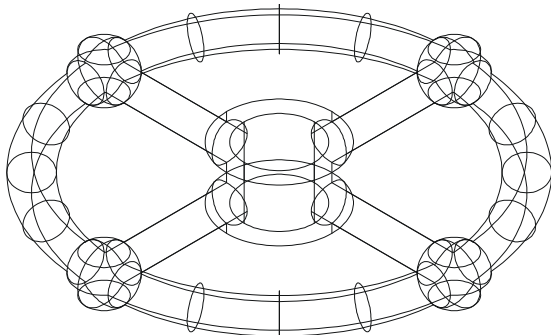

图 10-3-10
STEP 04 把手轮的全部零件用布尔并集运算结合成为一个整体，如图 10-3-10 所示。具体操作如下：
// 右击结束选择命令，同时也结束并集命令，效果如图 10-3-10 所示